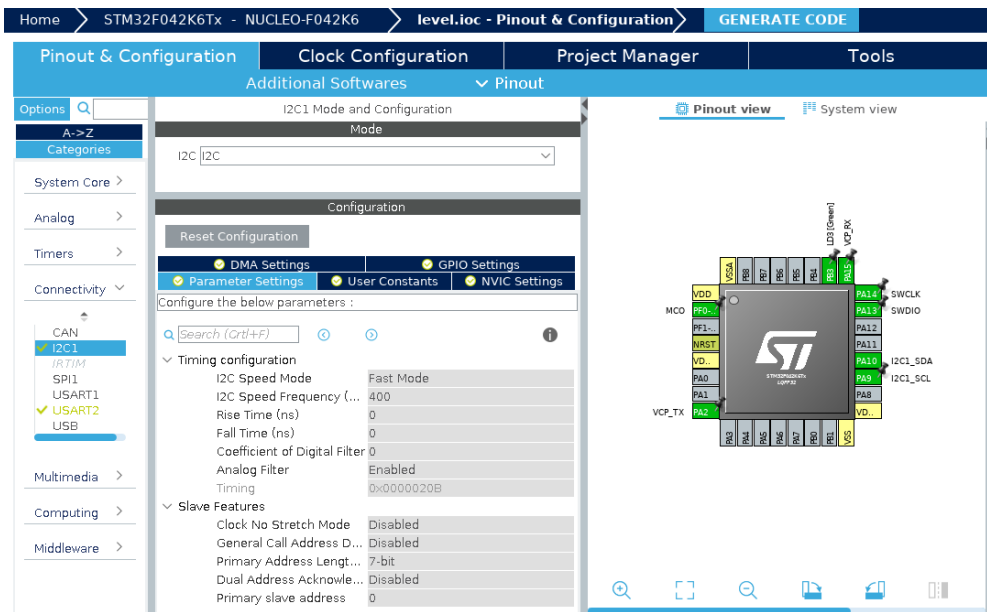

Abbildung 2: **STM32CubeMX-Einstellungen**. Uns interessiert der Wert, den für für das I2C1\_TIMINGR-Register nehmen.
- (g) Als Taktfrequenz für unsere I2C-Verbindung nehmen wir 400 kHz, den sogenannten *fast mode*. Setzen kann man diesen durch das Register `I2C1_TIMINGR`. Um den Wert dafür zu bestimmen, kann STMCubeMX genutzt werden, das ihn in der Eingabemaske zur I2C-Konfiguration anzeigt. Abbildung 2 auf Seite 7 zeigt einen Screenshot mit der korrekten Einstellung.